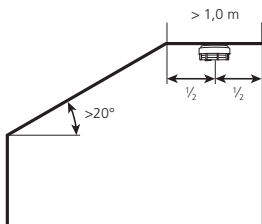

Abb. 3
- Ist die Breite der horizontalen Decke breiter als 1 m, so muss der Rauchwarnmelder mittig an der horizontalen Decke, wie in Abb. 3, montiert werden.